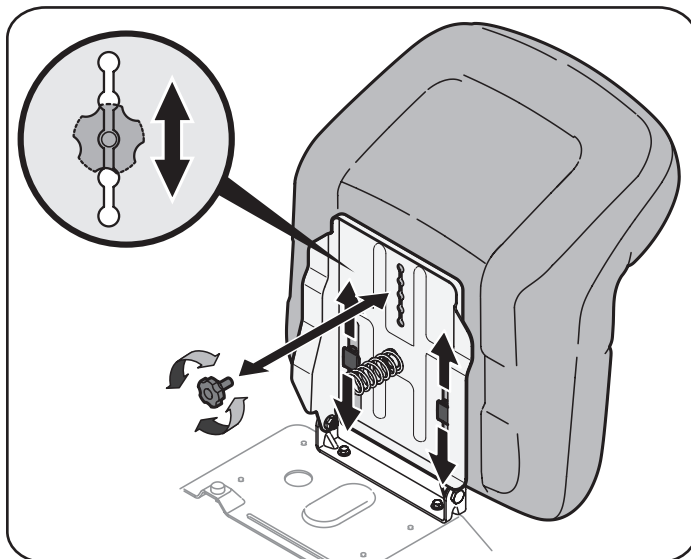

Figura 9
1. Para ajustar la posición del asiento, retire las dos perillas de ajuste que están ubicadas en la parte inferior del asiento. Deslice el asiento hacia adelante o hacia atrás, según lo desee. Vuelva a colocar la perilla de ajuste. Consulte la Figura 9.